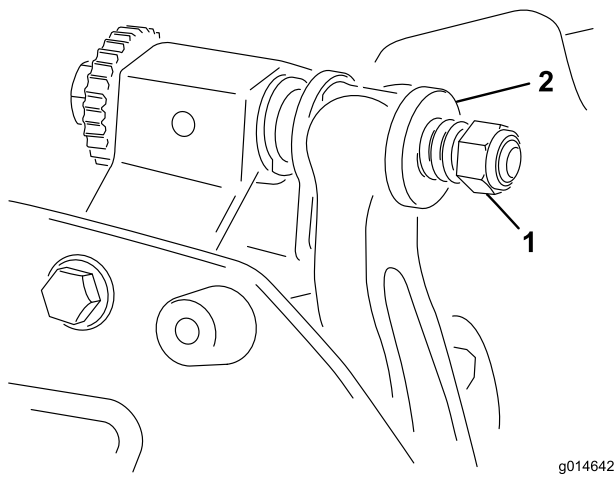

図 16
6. スプリングがつぶれるまでテンション・ナットを締め、そこから半回転戻す 図 16。